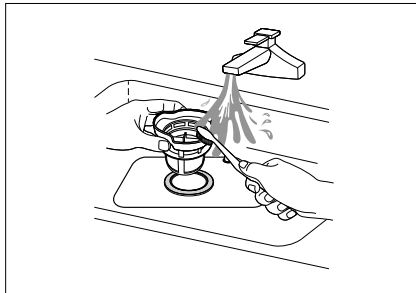

Abb. 20
- ▶ Spülen Sie die Filter unter fließendem Wasser ab und reinigen Sie sie mit einer Bürste gründlich (siehe **Abb. 20**). Prüfen Sie nach jedem Spülvorgang, ob größere Teile den Filter blockieren und entfernen Sie sie umgehend.